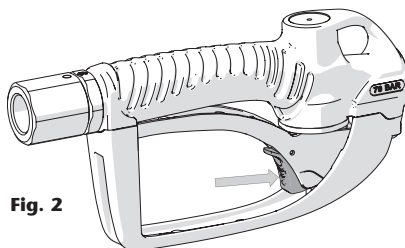

Fig. 2
2. Appuyez sur le bouton de verrouillage (fig. 2).